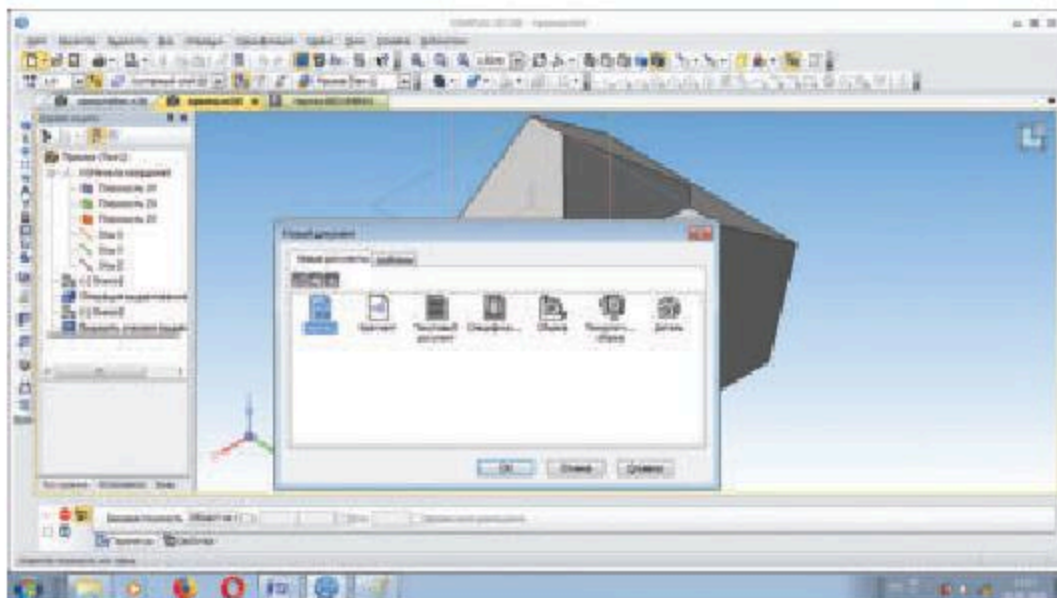

Рис. 16.1
1. Вначале готовим чертежный лист, чтобы начать новый чертеж (рис. 16.1).